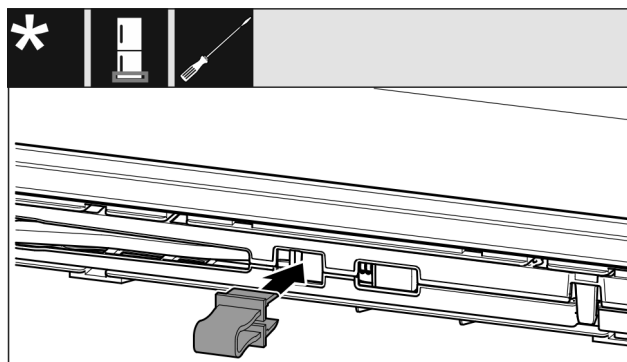

Fig. 14
- ▶ Introduire l'arrêttoir dans l'ouverture Fig. 14 ().